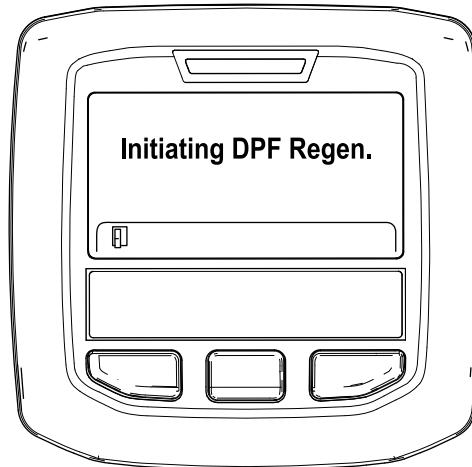

Figura 47
- A. “Initiating DPF Regen.” (A iniciar Regen. DPF) é apresentada (Figura 47).